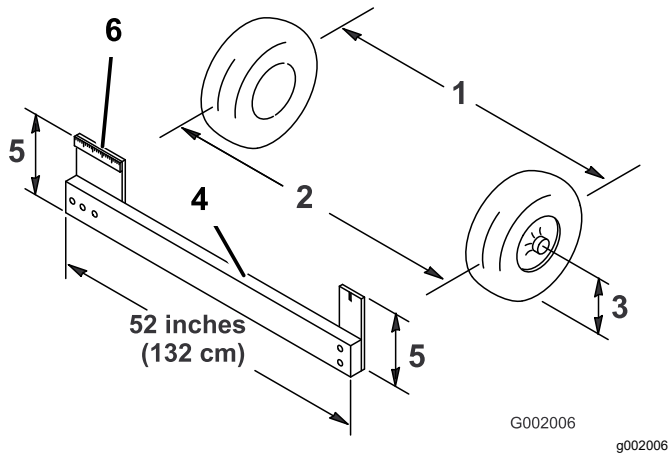

图 50
- 4. 以轮轴的高度为标准分别测出两个前轮的轮前距离和轮后距离 图 50。
注意 要测量轮轴高度的前轮轮后距离需要使用夹具或定位仪。使用相同的夹具或定位仪还可以以轮轴高度为标准准确测量前轮的轮前距离 图 50。